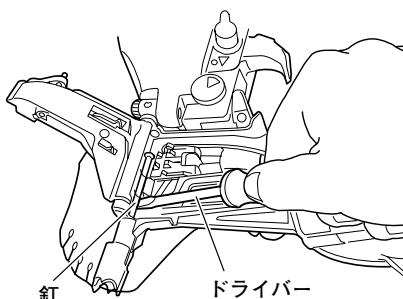

図 23
- 内部につまった釘を⊖ドライバーなどで取り除きます。(図 23)